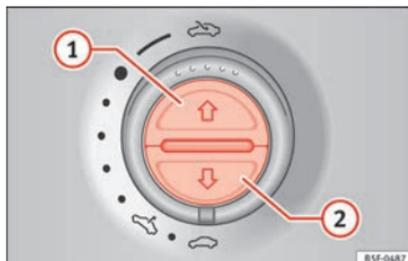

Abb. 139 Im Dachhimmel: Tasten für Sonnenschutzrollo.
Ganz öffnen (Automatiklauf):	Taste »» Abb. 139  kurz drücken.
Automatiklauf stoppen:	Taste »» Abb. 139  oder »» Abb. 139  kurz drücken.
Zwischenposition einstellen:	Taste »» Abb. 139  oder »» Abb. 139  gedrückt halten, bis die Position erreicht ist.
Ganz schließen (Automatiklauf):	Taste »» Abb. 139  kurz drücken.
- *Sonnenschutzrollo*: Innerhalb von 5 Sekunden nach dem Auslösen der Kraftbegrenzung die Taste » Abb. 139 ② so lange drücken, bis das Sonnenschutzrollo vollständig geschlossen ist.